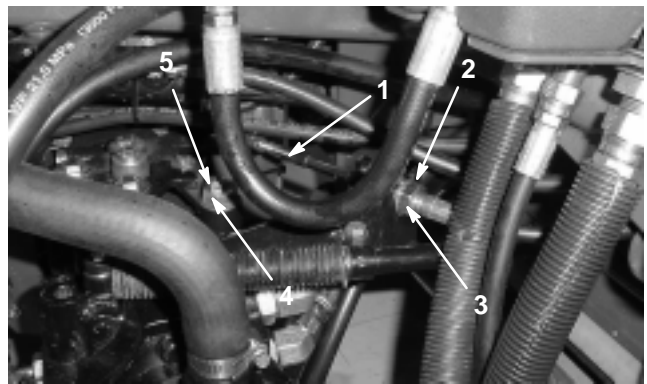

Figure 50
- A. Desserrez les écrous de blocage qui fixent le câble de commande de transmission à la cloison sur l'hydrostat (Fig. 50). Vérifiez que les écrous de blocage sont desserrés uniformément et suffisamment pour permettre le réglage.
Remarque : Desserrez l'écrou de fixation de l'excentrique en haut de l'hydrostat (Fig. 50).
- C. Tournez l'excentrique jusqu'à ce que la roue ne tourne plus dans aucune direction. Lorsque la roue arrête de tourner, serrez l'écrou pour bloquer l'excentrique et le réglage (Fig. 50). Vérifiez le réglage avec la commande d'accélérateur en position de Ralenti, puis de Régime maximum.
- D. De part et d'autre de la cloison, serrez les contre-écrous **uniformément** pour fixer le câble de transmission à la cloison (Fig. 50). Ne tordez pas le câble.